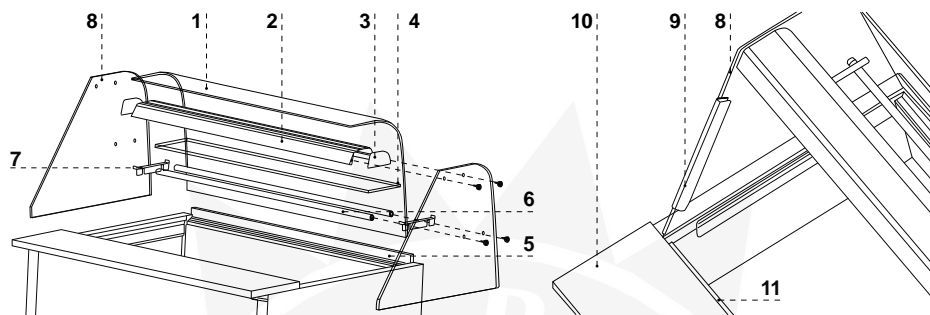

Abb.7 Einbau der Glasteilen und Alulampe
1. Glasseiten anbringen Abb.7/8 (S.27)
2. Alulampe (mit Beleuchtung) an den Glasseiten einbauen Abb.7/2 (S.27)
3. Vorderscheibe einbauen, indem diese auf der Lampe und Glasseiten gestützt wird Abb.7/1 (S.27)
4. den Mantel für die Lampeleitung anbringen Abb.7/9 (S.27) Der Leitungsmantel so an der Hinterseite der Glasseite anbringen, dass die Leitung, die aus der Lampe ausgeht, in dem Mantel versteckt wird und von der inneren Seite der Glasseite vorhanden wird.
5. Die Aluprofile für den Glasregal einbauen (Option) Abb.7/6 (S.27)
6. Glasregal einbauen Abb.7/4 (S.27)